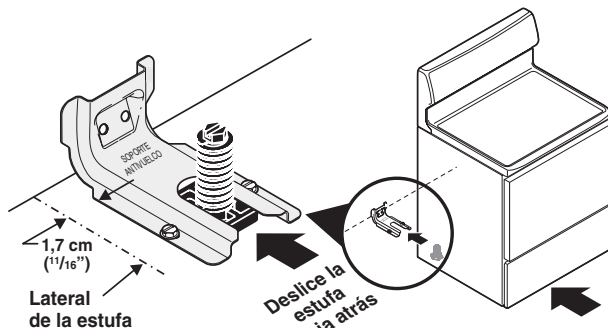

Fig. 7
**1c. Nivele y ubique la estufa** - Nivele la estufa ajustando los cuatro (4) tornillos niveladores con una llave. NOTA: Se debe dejar un espacio libre mínimo de 1/8" entre la parte inferior de la estufa y los tornillos niveladores a fin de dejar espacio para instalar el soporte. Use un nivel de burbuja de aire para verificar los ajustes. Deslice la estufa de nuevo a su lugar (Ver Fig. 7). Verifique visualmente si el tornillo nivelador trasero está insertado y firmemente asegurado por el soporte antivuelco retirando el panel inferior o la gaveta de almacenamiento. Para los modelos con una gaveta calentadora o compartimiento asador, sujete la estufa desde el borde superior trasero y trate de inclinarla hacia adelante cuidadosamente.
Deslice cuidadosamente la estufa hacia la abertura del gabinete a la vez que inserta el tornillo nivelador trasero en el SOPORTE ANTIVUELCO VERIFICANDO QUE QUEDE BIEN ENGANCHADO (Ver Fig. 7). Asegúrese de que el cordón de alimentación quede plegado en el resto del área abierta del piso detrás de la gaveta de almacenamiento o gaveta calentadora de la estufa. Asegúrese de verificar la nivelación de la estufa.